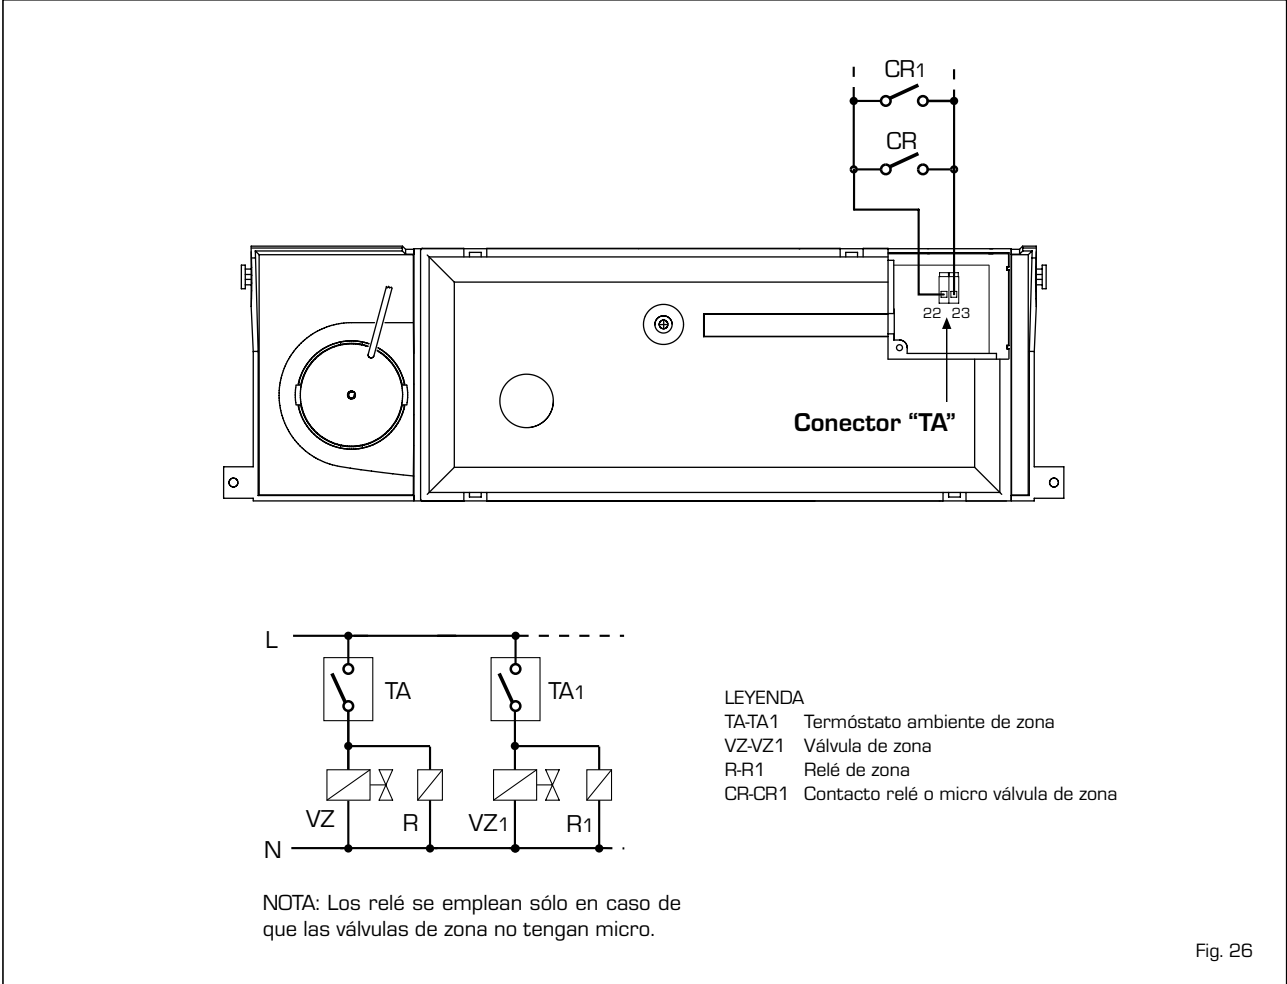

Fig. 26
tos de los relé se efectúa en los bornes 22-23 (TA) de la tarjeta electrónica después de haber eliminado el puente existente (fig. 26).